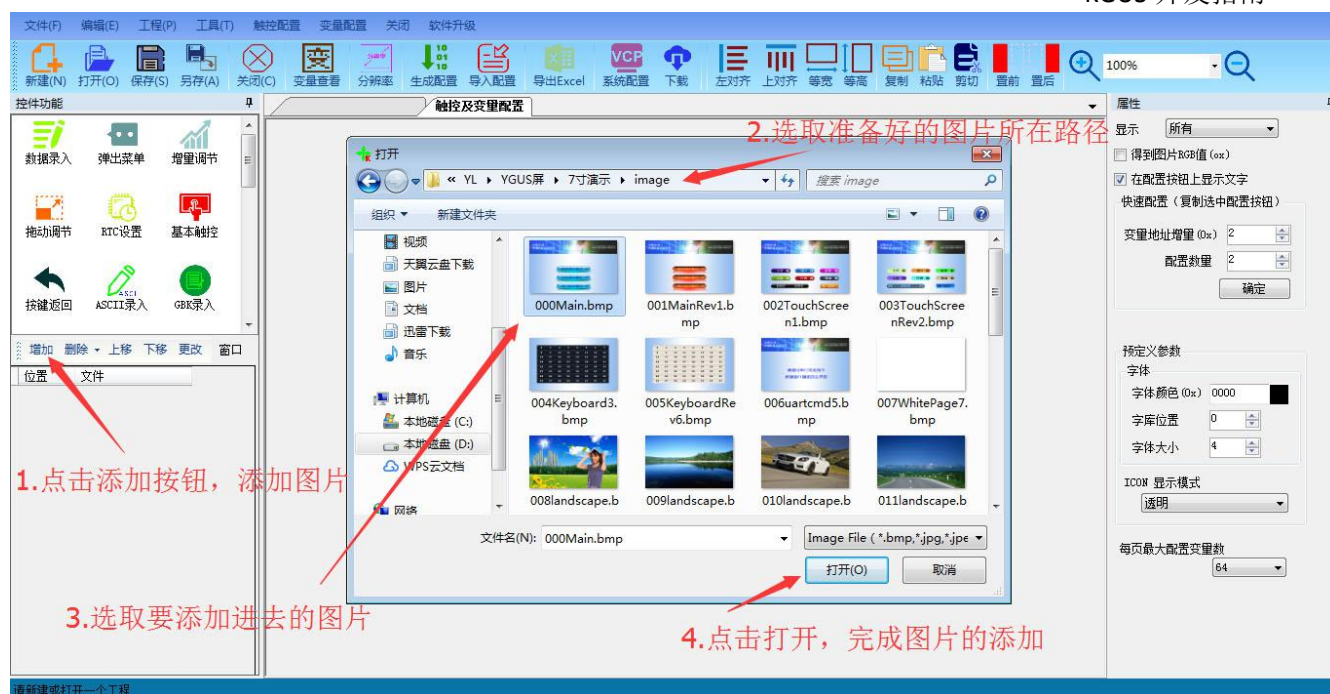

图 2.6 工程添加图片详解
3. 点击下面的添加按钮，然后找到之前准备好的图片所在位置，将图片选中然后点击打开，之前准备好的图片就添加进工程，如图 2.6 所示。